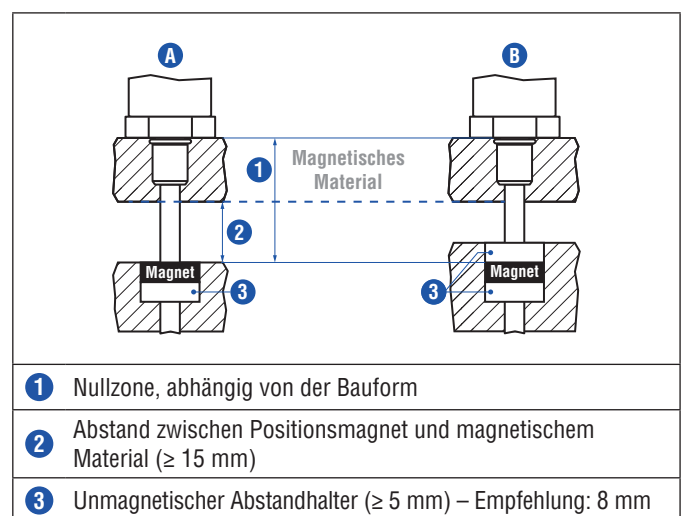

Abb. 39: Einbau mit magnetischem Material
- Der minimale Abstand zwischen Positionsmagnet und magnetischem Material beträgt 15 mm (Abb. 39).
- Beachten Sie die Maße in Abb. 39 bei der Nutzung von magnetischem Material.
Bei der Verwendung von magnetischem Material die in Abb. 39 dargestellten Maße unbedingt beachten.